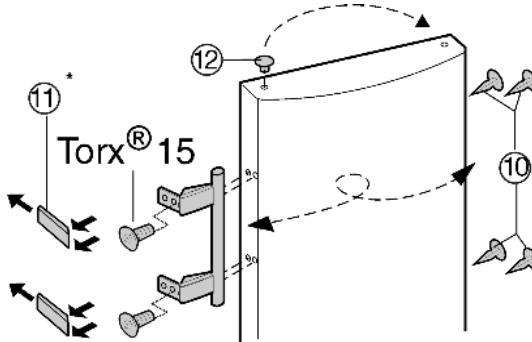

Fig. 8
► Scoateți dopul Fig. 8 (12) din bucșa suport a ușii și fixați-l pe latura opusă.
► Demontați mânerul ușii, dopul Fig. 8 (10) și plăcile de presare Fig. 8 (11) și așezați-le pe partea opusă.